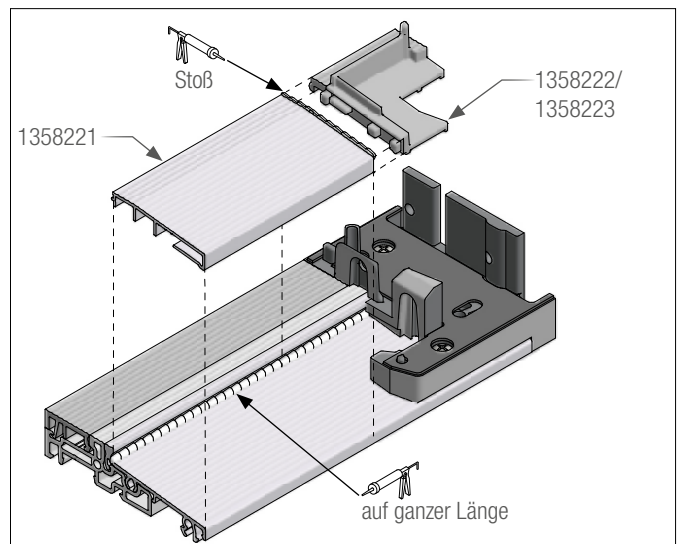

Abb. 10: Montage der Entwässerungsprofils, 1358221
- Dazu das Entwässerungsprofil ablängen: Blendrahmenglasfalz - 90 mm und die Endkappen anbringen. Der Stoß zwischen Endkappe und das Entwässerungsprofil ist mit Silikon abzudichten. Die Schutzfolie von dem Klebeband und das Entwässerungsprofil mit den Endkappen auf die Schwelle zwischen den Schwellenhaltern kleben (Abb. 10).